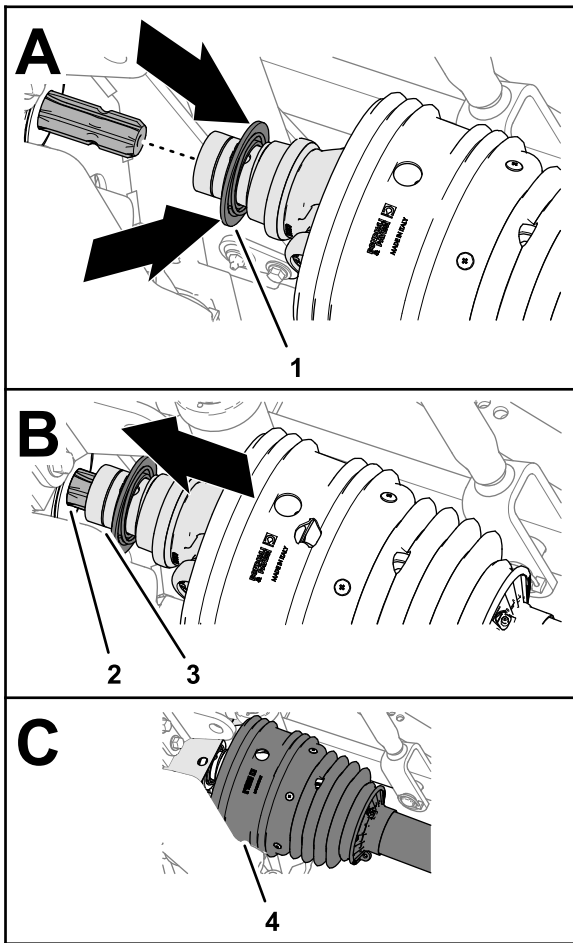

Bild 25
2. Ziehen Sie den Arretierkragen der Schnelltrennkupplung zurück (Bild 25).
3. Ziehen Sie beim Zurückziehen des Arretierkrans die Zapfwelle nach vorne und in die Jochfassung über die Verzahnung der Zapfwelle (Bild 25).
5. Achten Sie darauf, dass das Schutzblech über dem Antriebswellenjoch liegt (Bild 25).